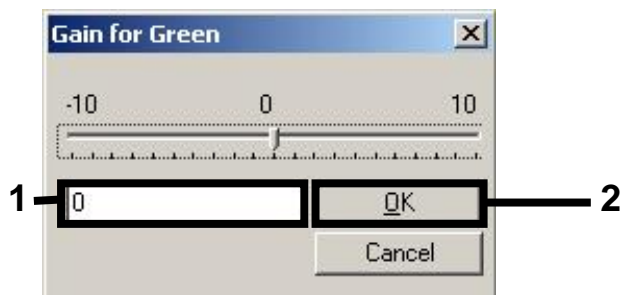

Figure 6. Saisie manuelle des valeurs de gain les plus basses.
7. Sélectionner la valeur de gain la plus basse pour le canal Cycling Green noté à l'étape 4 et saisir cette valeur manuellement dans la fenêtre « **Gain for Green** » (gain pour le canal Green) (Figure 6). Sélectionner la valeur de gain la plus basse pour le canal Cycling Yellow noté à l'étape 4 et saisir cette valeur manuellement dans la fenêtre « **Gain for Yellow** » (gain pour le canal Yellow) (Figure 6).